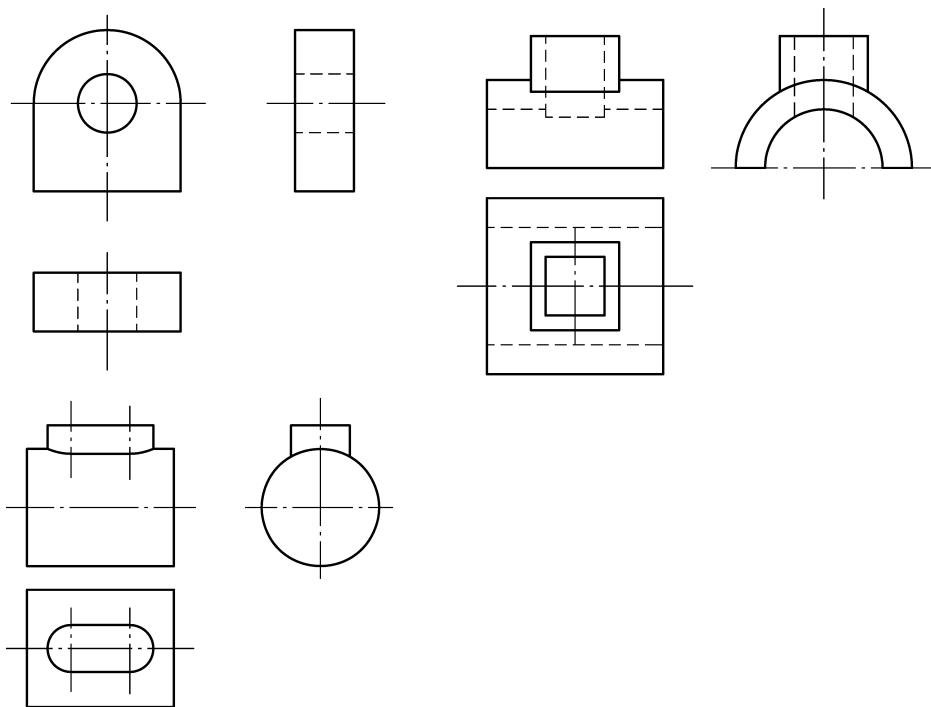

图 4-15 对象捕捉法绘图
1. 运用对象捕捉的方法绘制以下各图，尺寸自定，如图 4-15 所示。